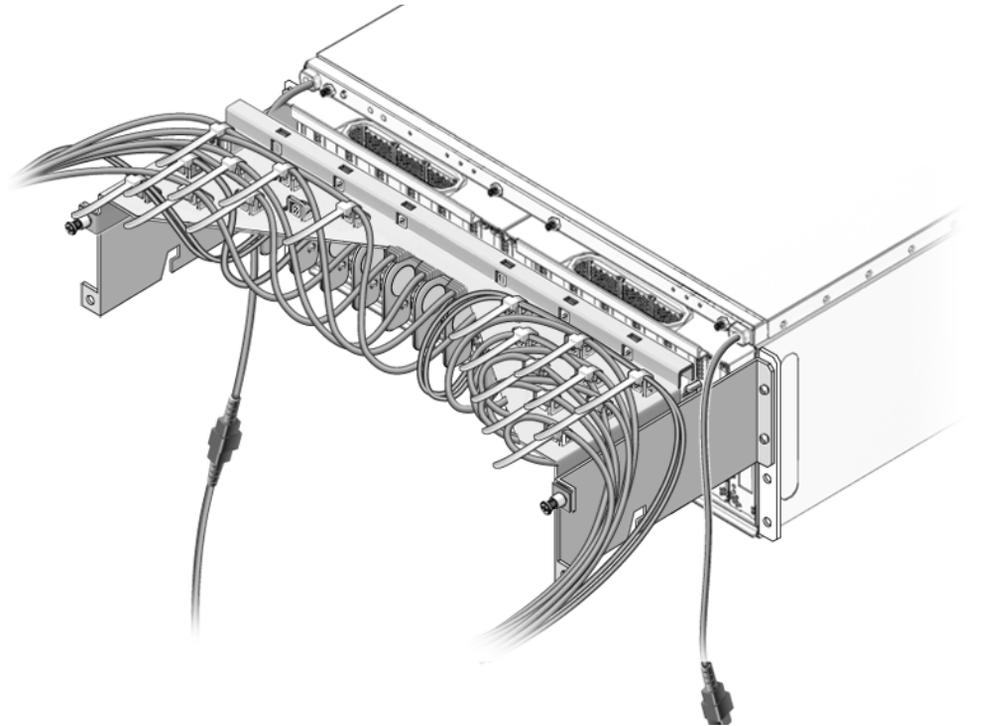

FIGURE 3-17 Exemple de gestion des câbles pour une plaque de gestion des câbles de type A
2. Faites passer les câbles par la partie supérieure de l'unité de gestion des câbles, comme indiqué dans la FIGURE 3-17.